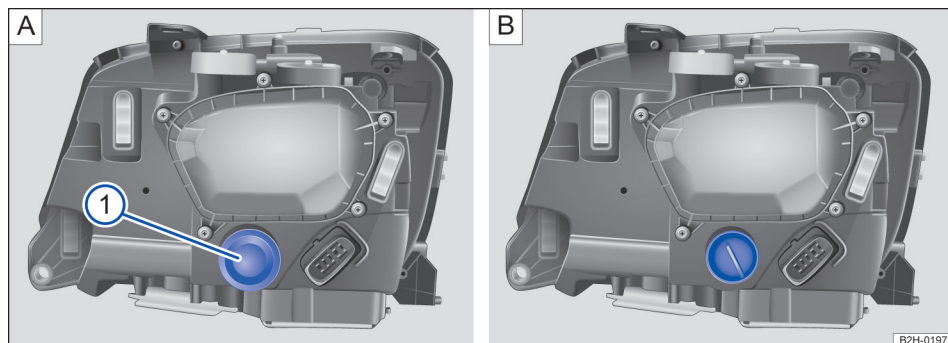

Fig. 148 No compartimento do motor: cobertura no farol de xenônio dianteiro direito: ① indicador de direção.
→ Fig. 148 ① Indicadores de direção
- ① Observar e executar a lista de controle → Página 206.
- ② Abrir a tampa do compartimento do motor ⚠️ → Página 226.
- ③ Remover a cobertura de borracha da parte traseira do farol.
- ④ Girar o suporte da lâmpada até o batente no sentido anti-horário e retirá-lo com a lâmpada incandescente, puxando para trás.
- ⑤ Retirar a lâmpada incandescente em linha reta para fora do suporte da lâmpada. Se necessário, pressionar o travamento no suporte da lâmpada.
- ⑥ Substituir a lâmpada incandescente queimada por uma lâmpada incandescente nova do mesmo modelo.
- ⑦ Encaixar o suporte da lâmpada no farol e girar no sentido horário até o batente.
- ⑧ Colocar a cobertura de borracha da parte traseira do farol.